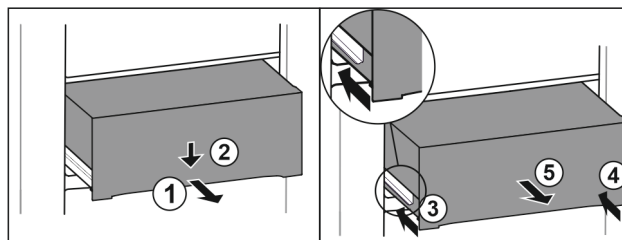

Fig. 101
- Estrarre il cassetto a metà. Fig. 101 (1)
- Premere il cassetto sul lato anteriore verso il basso. Fig. 101 (2)
- Spingere la guida sinistra di circa 2 cm verso l'interno. Fig. 101 (3)
- Spingere la guida destra di circa 2 cm verso l'interno. Fig. 101 (4)
- Rimuovere il cassetto tirandolo in avanti. Fig. 101 (5)